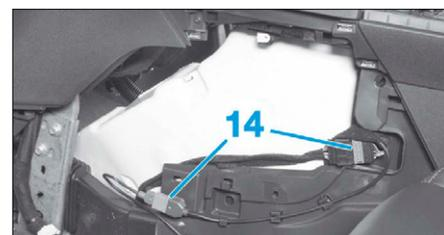

FIG. 9
- les connecteurs (14) (côté gauche) (Fig.9),